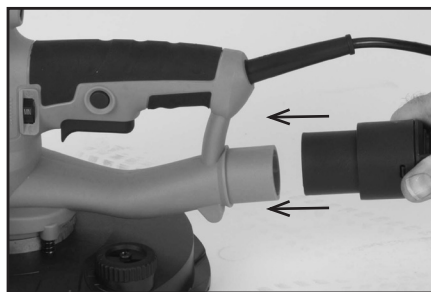

Fig. 9
- Connectez le tuyau d'aspiration des poussières à la machine en le poussant sur l'orifice d'aspiration des poussières de la machine. **(Fig. 9)**